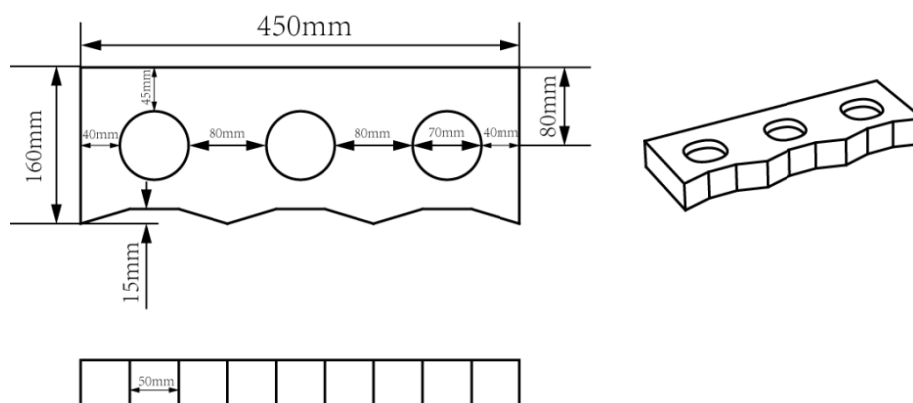

图 7 装配位
(4) 下料区有一个蓝色木质窄桥，该窄桥高 100mm，上表面长 800mm，下表面长 1400mm，上面铺有黑色引导线。窄桥外侧有一个凸出桥面高度为 50mm 的装配台，装配台上有 3 个装配位（具体参数如图 7 所示）。